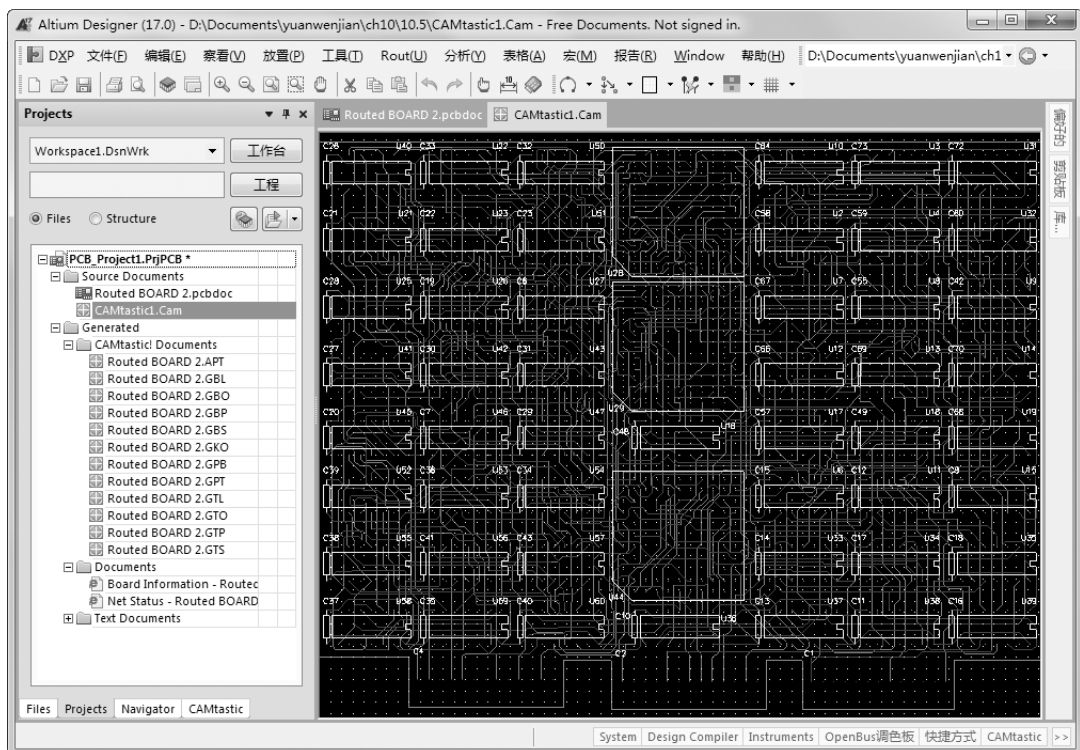

图 10-50 生成钻孔文件
(8) 单击“确定”按钮，得到系统输出的 Gerber 文件。同时系统输出各层的 Gerber 和钻孔文件，共 12 个，如图 10-50 所示。